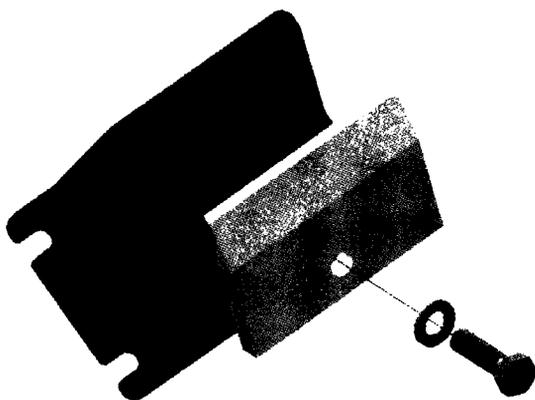

Рис. 13.4. Каждое представление может иметь уникальную позицию камеры, чтобы сделать активирование шагов более простым для понимания
5. Внизу браузера расположена сборка. Раскройте ее, перетащите деталь **c13-01** под папку **Hidden** последовательности **Sequence 1**, перепозиционируйте сборку, чтобы она была как на рис. 13.4.